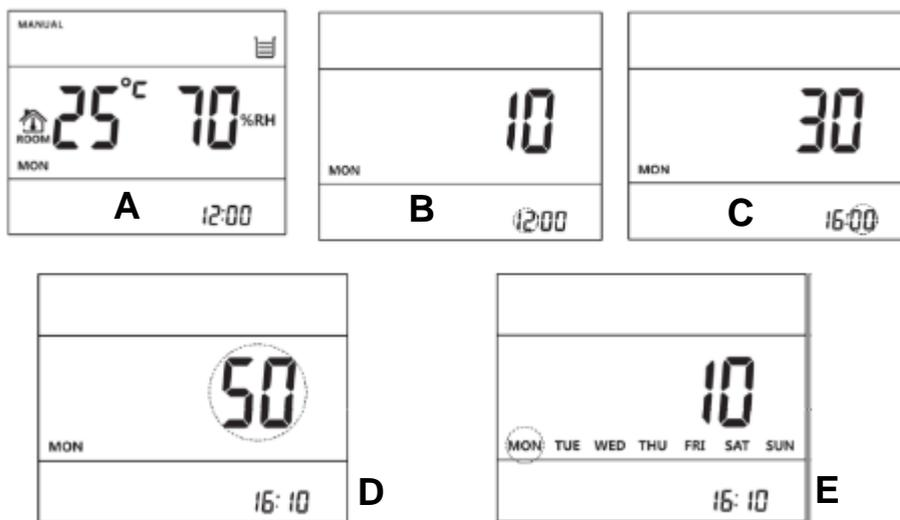

Figura 7 — Sequenza di cambio dell'ora
Regolare l'ora sul pannello di controllo prima di procedere con qualsiasi altro programma. La Figura 7 mostra come effettuare la regolazione dell'orario, partendo da un'ora corrente fissata alle 12:00. La regolazione avviene come segue:
- Premendo il tasto , lampeggiano i minuti. Usare  e  per regolare i minuti, come mostrato nella Figura 7-C.
- Premendo il tasto , lampeggiano i secondi. Usare  e  per regolare i secondi, come mostrato nella Figura 7-D.
- Premendo il tasto , lampeggia la settimana. Usare  e  per regolare le settimane, come mostrato nella Figura 7-E.